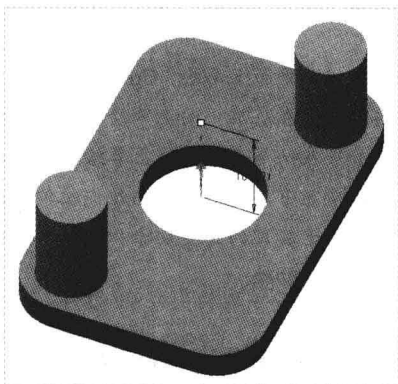

图 5-8 拉伸实体对象
Step 02 在“功能区”选项板的“模型”选项卡中，单击“形状”面板中的“拉伸”按钮，弹出“拉伸”选项卡，在绘图区选择草绘图形，即可以默认的方向创建一个拉伸的实体对象，如图 5-8 所示。